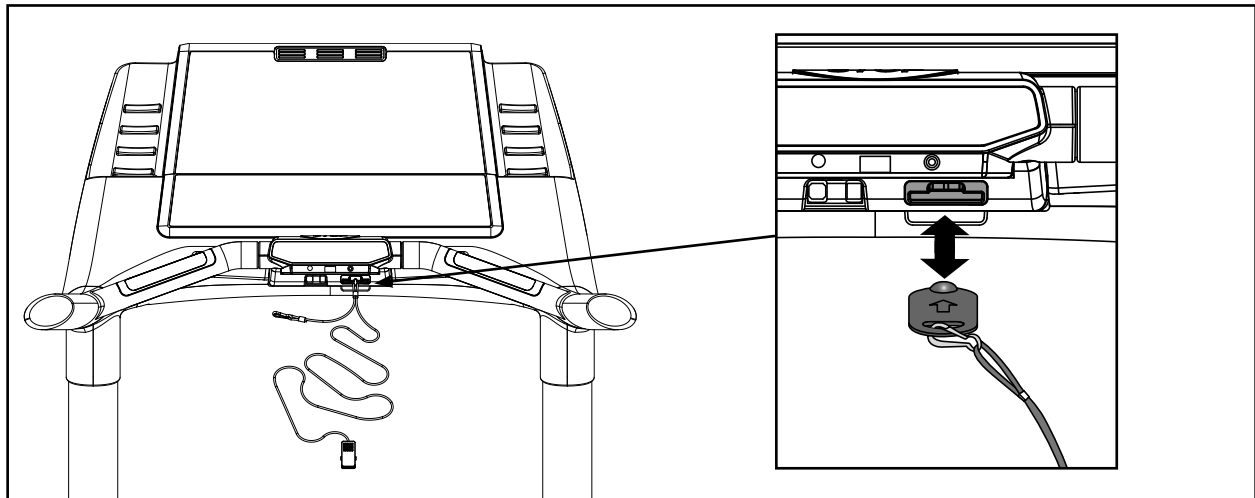

Figure 2
2. En faisant attention à ne pas tomber du tapis roulant, reculez prudemment jusqu'à ce que la clé e-stop se dégage de la console. Reportez-vous à la figure 2. **REMARQUE :** Si l'agrafe e-stop se détache de votre vêtement, le test a échoué. Raccrochez l'agrafe de la clé e-stop à votre vêtement et répétez cette étape.
3. Remettez la clé e-stop à sa place. Reportez-vous à la figure 2.